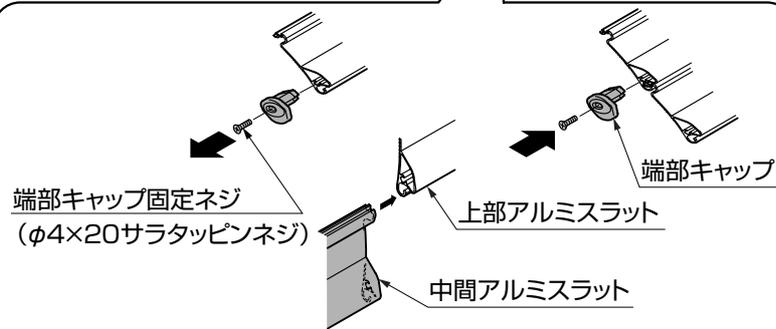

図5-8
- ①上部アルミスラットの最下段の「端部キャップ固定ネジ」を外して、取外してください。(図5-8参照)
- ②中間アルミスラットを差込んでください。
- ③確実に差込んだ後、①で取外した端部キャップを取付けてください。